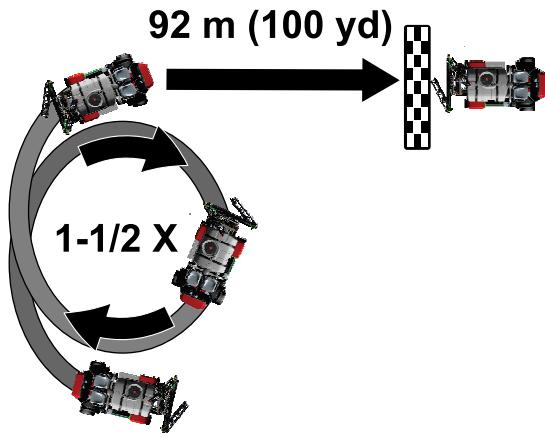

図 74
- マシンを 1.5 回転旋回させる図 74。
- まっすぐに 92m 走行する。図 74を参照。